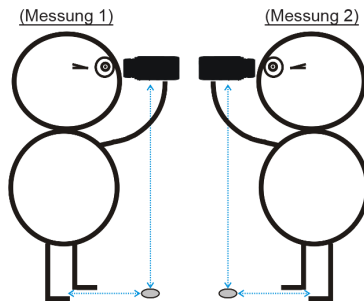

Abbildung 25
2. Stellen Sie sich so, dass die Münze zwischen Ihren Füßen zentriert ist und sich der TruPulse 360°R direkt über der Münze befindet. Siehe Abbildung 25.
4. Halten Sie den TruPulse 360°R direkt über der Münze und visieren Sie Ziel 2 an. Achten Sie darauf, keine große Drehbewegung durchzuführen, und platzieren Sie Ihre Füße wieder links und rechts von der Münze. Siehe Abbildung 25.